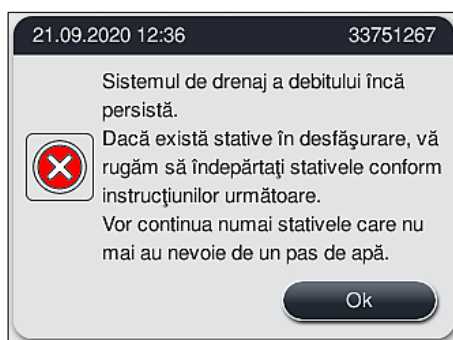

Fig. 125
- Dacă blocajul nu poate fi îndepărtat în ciuda măsurilor de curățare, stațiile de apă sunt dezactivate din cauza nivelului critic de apă persistent. Stațiile de apă sunt afișate ca fiind defecte pe ecran. Pentru a anula unul sau mai multe programe, apăsați (→ "Fig. 123-2") sau (→ "Fig. 124-2") pentru a porni procesul de anulare controlat. Programele care nu necesită o etapă de apă sunt continuate până la sfârșitul procesului de colorare. Orice rack-uri rămase care necesită cel puțin o etapă de apă trebuie anulate și scoase din instrument. Confirmați următorul mesaj (→ "Fig. 125") apăsând **Ok**.